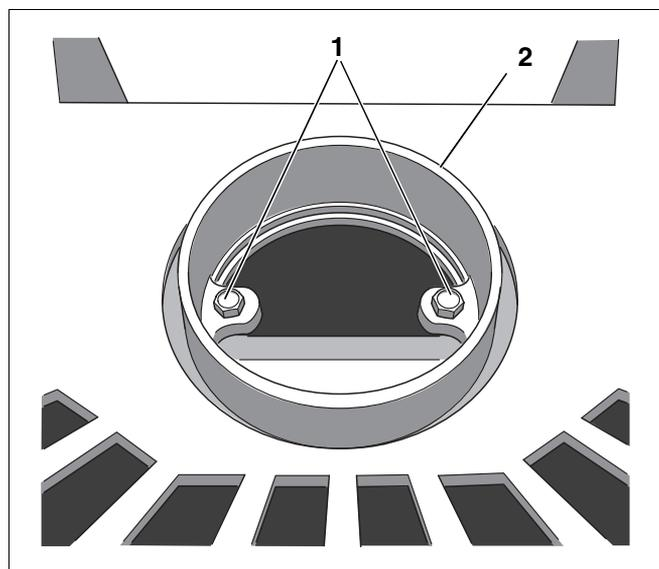

Abb. 8 Abgasanschluss Oberseite – Abgasstutzen
- Schrauben des Abgasstutzens am Abgasanschluss Oberseite lösen (Abb. 8, **Pos. 1**).
- Abgasstutzen entfernen (Abb. 8, **Pos. 2**).